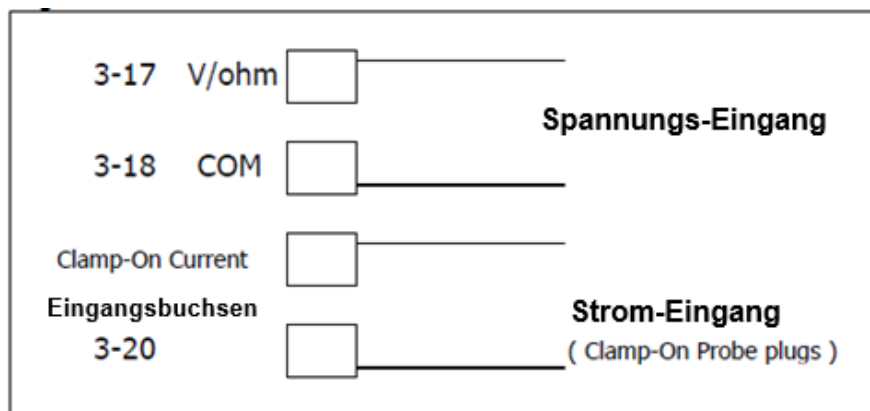

Fig.4
1) Connecter les câbles selon le schéma suivant (voir fig. 4)